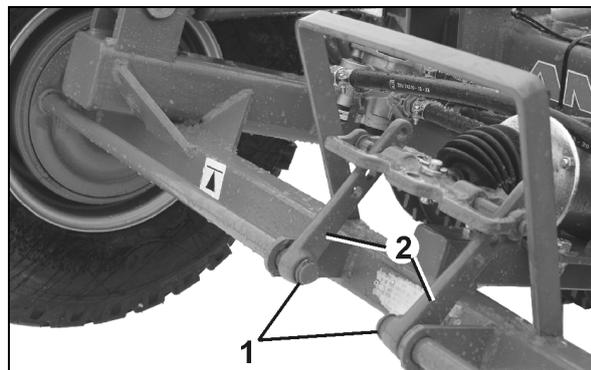

Fig. 35
1. Ziehen Sie das Entwässerungs-Ventil (Fig. 35/1) über den Ring solange in seitlicher Richtung, bis kein Wasser mehr aus dem Luftbehälter ausfließt.